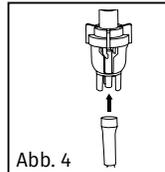

Abb. 4
6. Schließen Sie den Luftschlauch an die Verneblerkammer (Abbildung 4).